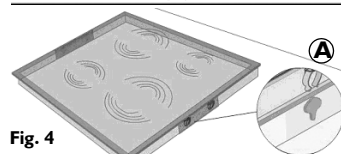

Fig. 4
- Plaats de kookplaat in het gemaakte gat, zodat de veerklemmen (**A**) in de aanslagen van de beugels (**C** afb. 4 en 5) blokkeren.